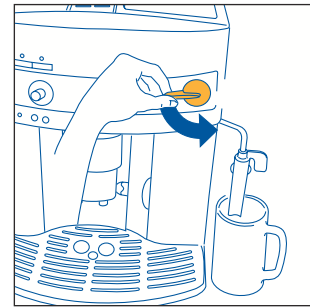
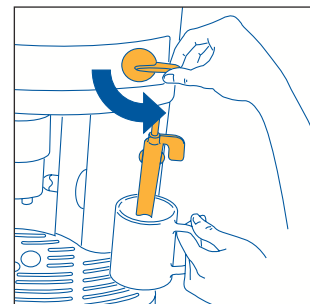
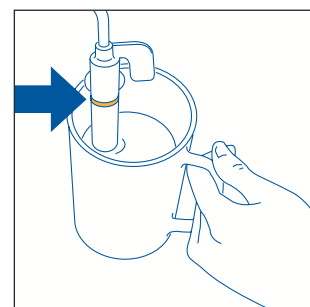

Abb.5
Abb.23
Abb.24
3. **SOFORT DANACH, INNERHALB VON 30 SEKUNDEN**, den Dampfdruckknopf nach links bis zum Anschlag drehen (Abb. 5) (es ist vollkommen normal, wenn hierbei die Maschine laut wird).
- Den Dampfdruckknopf um eine halbe Umdrehung nach links bis zum Anschlag drehen (Abb. 5): Das heiße Wasser tritt aus dem Milchaufschäumer heraus und läuft in den darunter stehenden Behälter.
- **Sofort danach, und zwar innerhalb von maximal zwei Minuten** (andernfalls kehrt die Maschine wieder automatisch zur Funktion „Kaffee“ zurück), den Milchaufschäumer in das Gefäß mit der Milch eintauchen (Abb. 23), wobei darauf zu achten ist, dass die auf dem Milchaufschäumer eingepreßte Linie nicht eingetaucht wird (angezeigt durch den Pfeil in Abb. 24). Dann den Dampfdruckknopf um eine halbe Umdrehung nach links bis zum Anschlag drehen (Abb. 5). (Passen Sie auf, dass Sie sich nicht verbrühen). Aus dem Milchaufschäumer entweicht der Dampf, der die Milch aufschäumt und ihr eine cremige Konsistenz verleiht. Um einen cremigeren Milchschaum zu erhalten, den Milchaufschäumer in die Milch eintauchen, und das Gefäß langsam von unten nach oben bewegen. (Es wird empfohlen, nicht länger als 2 Minuten Dampf zu beziehen).
- Einige Sekunden lang etwas Wasser oder Dampf austreten lassen, indem Sie den Dampfdrehknopf bis zum Anschlag nach links drehen (Abb. 5). Dadurch lässt das Dampfrohr eventuelle Milchrückstände, die sich im Innern abgesetzt haben, ab. **WICHTIG:** Aus hygienischen Gründen wird empfohlen, diesen Vorgang stets durchzuführen, um zu vermeiden, dass sich Milch im Innern des Milchaufschäumers absetzt.